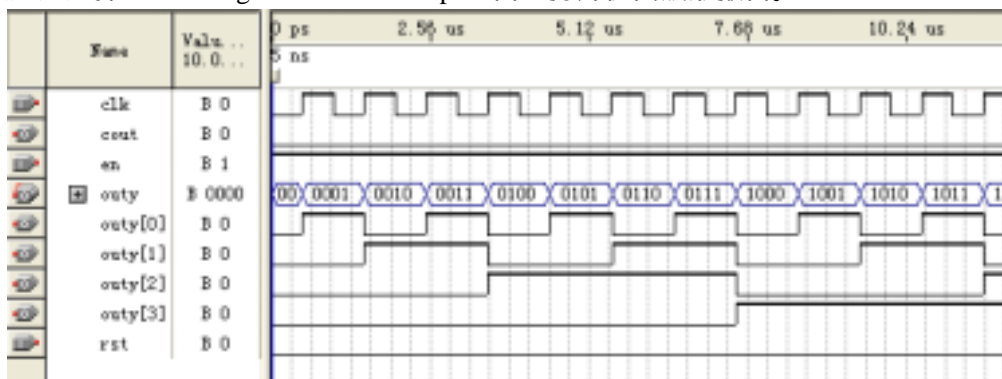

图 2-21 仿真波形输出
(8) 观察仿真结果。仿真波形文件 Simulation Report 通常会自动弹出(图 2-21)。注意 QuartusII 中，波形编辑文件 (*.vwf) 与波形仿真报告文件 (Simulation Report) 是分开的，而 Max+Plus II 中编辑与仿真报告波形是合二为一的。如果在启动仿真后，没有出现仿真完成后的波形图，而是出现文字“Can't open Simulation Report Window”，但报告仿真成功，则可以通过选择 Processing Simulation Report 自己打开仿真波形报告。